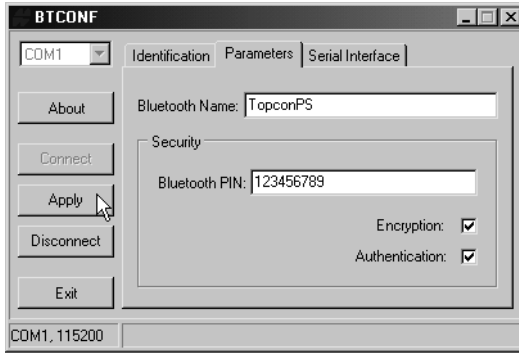

Figura 2-44. Parámetros Security de BTCONF
8. Para definir los parámetros de seguridad (Figura 2-44 en la página 2-51), ingrese y habilite las siguientes opciones, después haga clic en **Apply**: